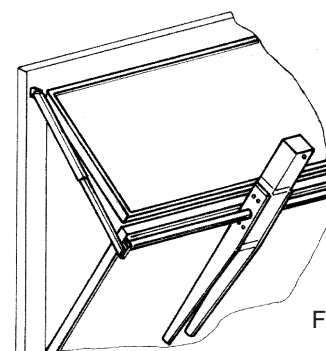

Fig. 6
D) PORTE BASCULANTE A PANNEAU ARTICULE (Fig. 6)